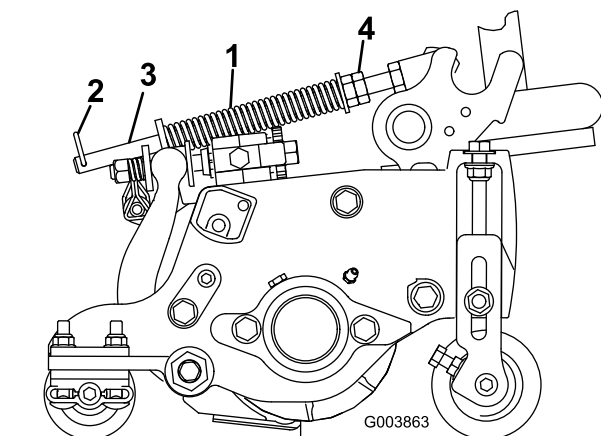

Figure 14
1. Vérifiez que la goupille fendue est insérée dans le trou de la tige de ressort (Figure 14).
2. Serrez les écrous hexagonaux à l'extrémité avant de la tige de ressort jusqu'à ce que la longueur du ressort comprimé soit égale à 12,7 cm (Figure 14).